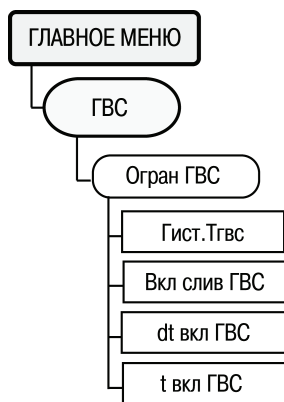

Рисунок 6.19
6.12.10 Для задания параметров управления клапаном слива ГВС служит пункт меню //ГВС /Орган Тгвс (рисунок 6.19).